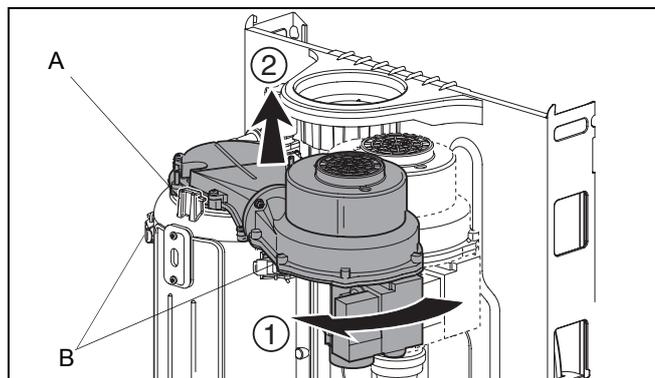

Fig. 39 Retirez l'unité air/gaz et le brûleur
L'unité air/gaz peut maintenant être démontée en la pivotant d'un quart de tour vers l'avant (fermeture à baïonnette) (fig. 39, pos. A) puis en la retirant de l'échangeur vers le haut. Nettoyer le brûleur si nécessaire. Le capot du brûleur doit être manipulé avec précaution. Pour nettoyer le brûleur utiliser uniquement de l'air comprimé ou une brosse souple.
- L'élément avant de l'échangeur thermique peut être démonté maintenant en détachant les fermetures à déclit (fig. 39, pos. B).